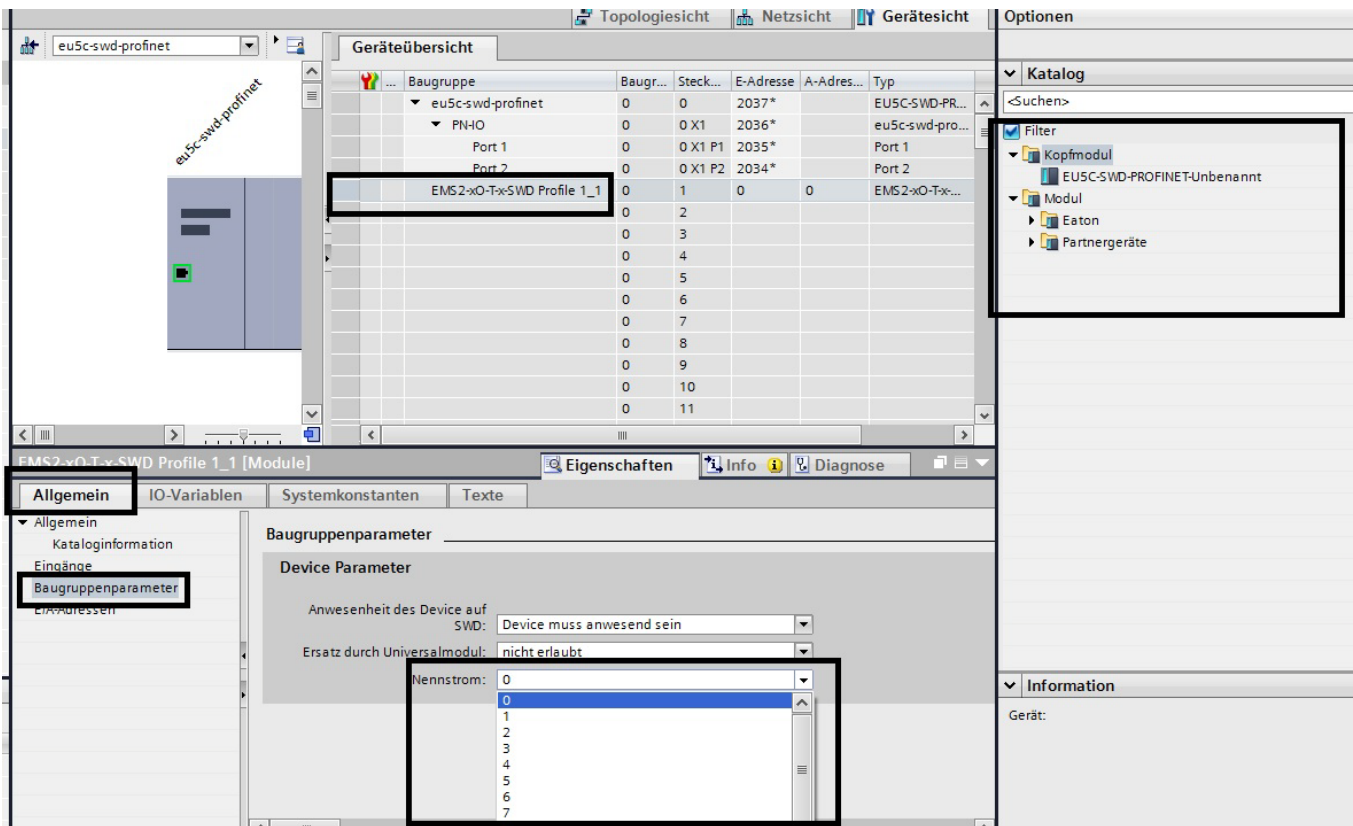
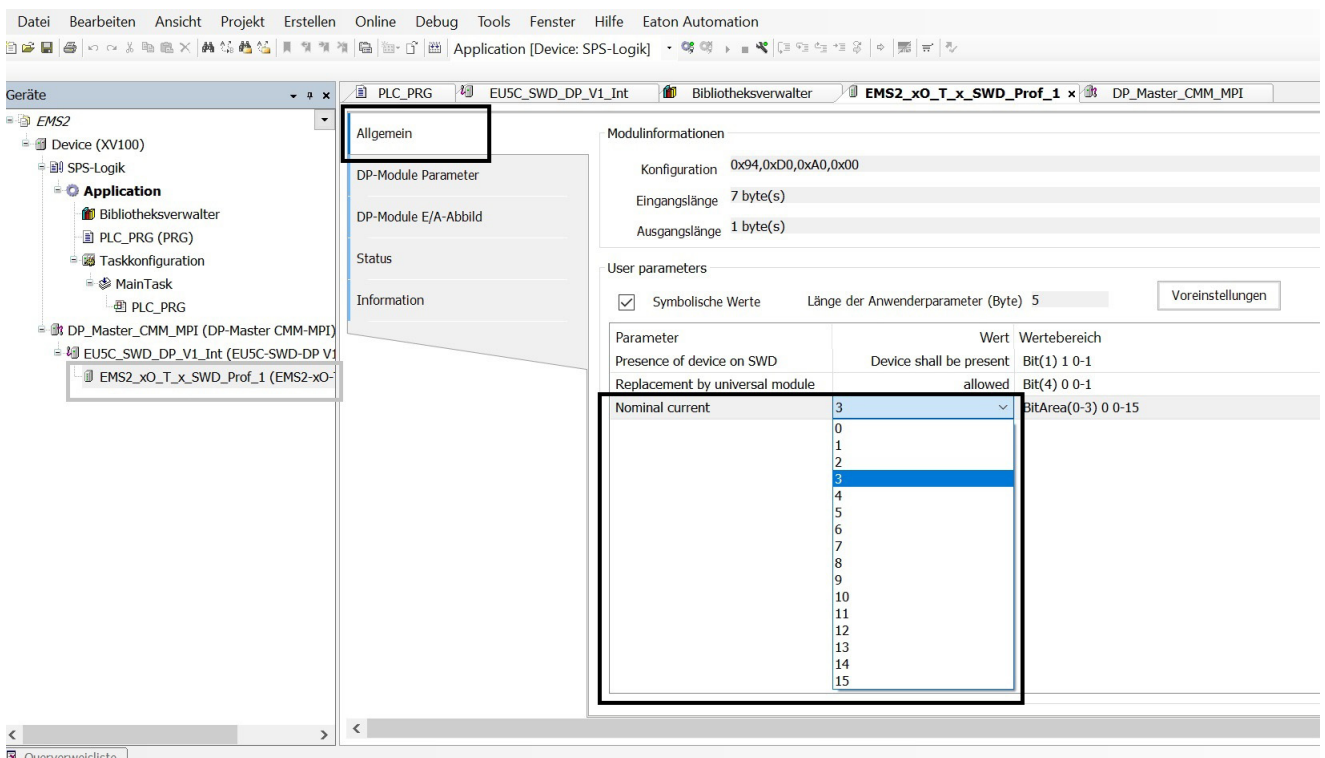
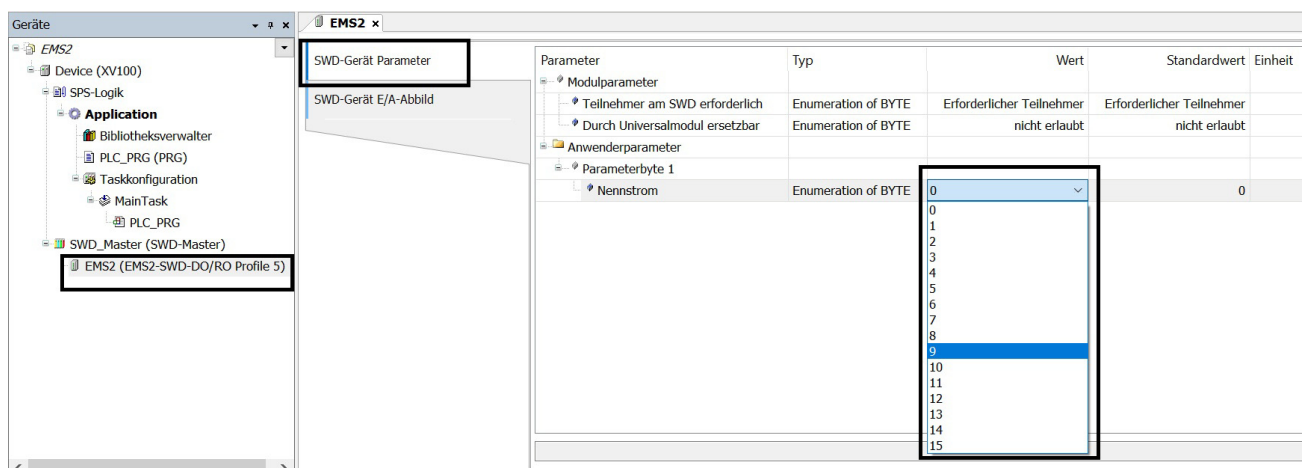

Abbildung 16: Auswählen des Motorstarters (rechts) – Einstellen des Motornennstroms (unten)
Abbildung 18: Auswählen des Motorstarters (links) – Einstellen des Motornennstroms (unten)
Abbildung 20: Auswählen eines Motorstarters EMS2-...-SWD
1) Die Werte 0 bis 15 der Spalte „codierter Wert für I_n “ sind die Einträge der Auswahllisten, wie sie in → Abbildung 16, → Abbildung 18 und → Abbildung 20 für den Motornennstrom zu sehen sind.